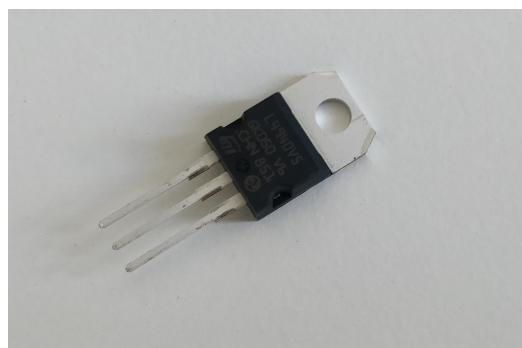

Abb. 14: Spannungsregler
Ein Spannungsregler (Abb. 14) stabilisiert eine variable Eingangsspannung und gibt eine feste Ausgangsspannung aus. Der Regler im *Armuro* ist ein sogenannter Linearregler, bei dem die Eingangsspannung größer sein muss als die Ausgangsspannung. Die Verlustleistung wird dann in Abhängigkeit der Spannungsdifferenz zwischen Ein- und Ausgang in Wärme umgewandelt.
17. Den Spannungsregler (Abb. 14, L4940V5) an der Stelle U5 einlöten. Dabei die **Polarität** beachten. Der metallische Kühlkörper zeigt nach vorne.